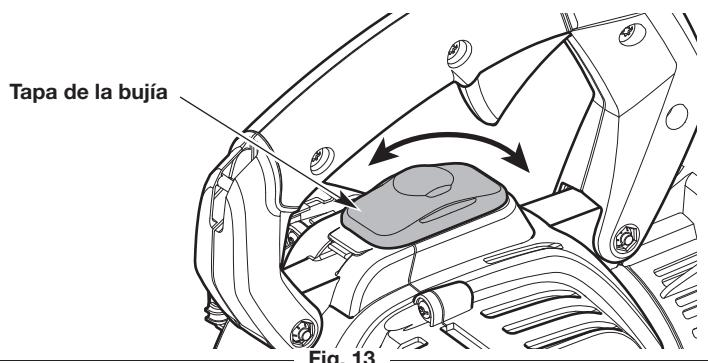

Fig. 13
2. Abra la tapa de la bujía (Fig. 13). Agarre firmemente la pipa (capucha) y sáquela de la bujía.